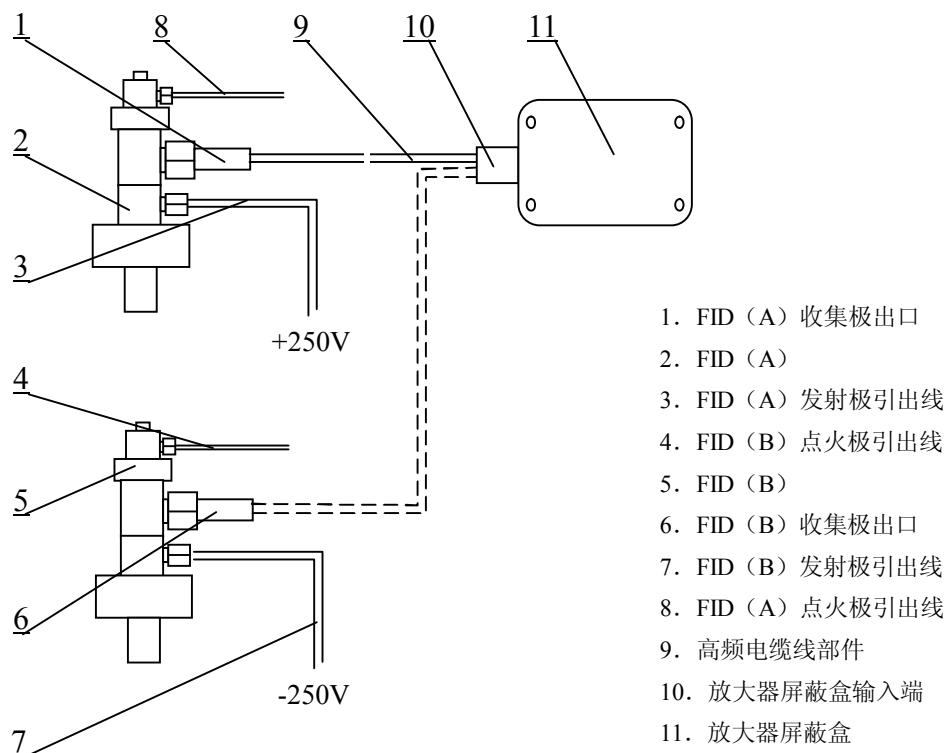

图 3-4 单检测器 FID 信号连接示意图
当仪器配备单氢火焰离子化检测器时,选择 FID (A) 或 FID (B) 均可,仅需把相对应的高频电缆线的端口插入 FID 微电流放大器屏蔽盒上的信号输入端,无须连接 Q9-50JKJ 三通转接器。单检测器工作方式适用于恒温条件下的填充柱分析,以及毛细管柱分析。图 3-4 为单检测器信号连接示意图。